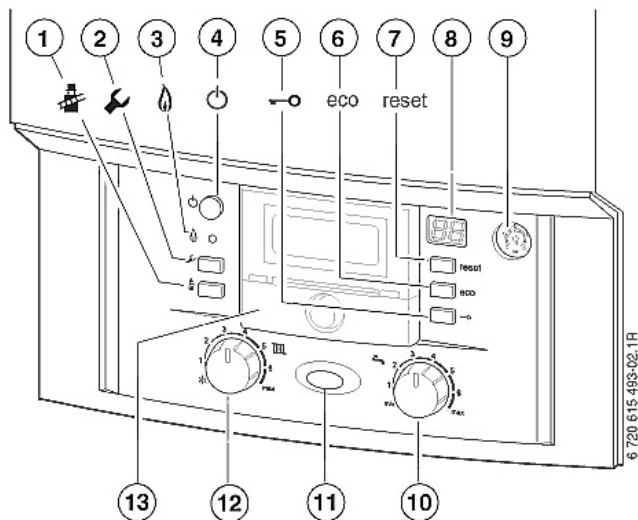

Fig. 5
- weersafhankelijke regelaar ingebouwd in de gasketel (zie fig. 5 - nr. 13),